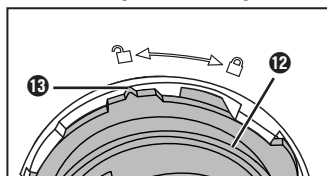

Abb. 5
- 6) Drehen Sie die Halterung **12** gegen den Uhrzeigersinn, bis die Markierung **13** an der Halterung **12** auf das -Symbol am Teigbehälter **15** zeigt (**Abb. 5**). Entnehmen Sie die Halterung **12** samt Teigwelle **10**.